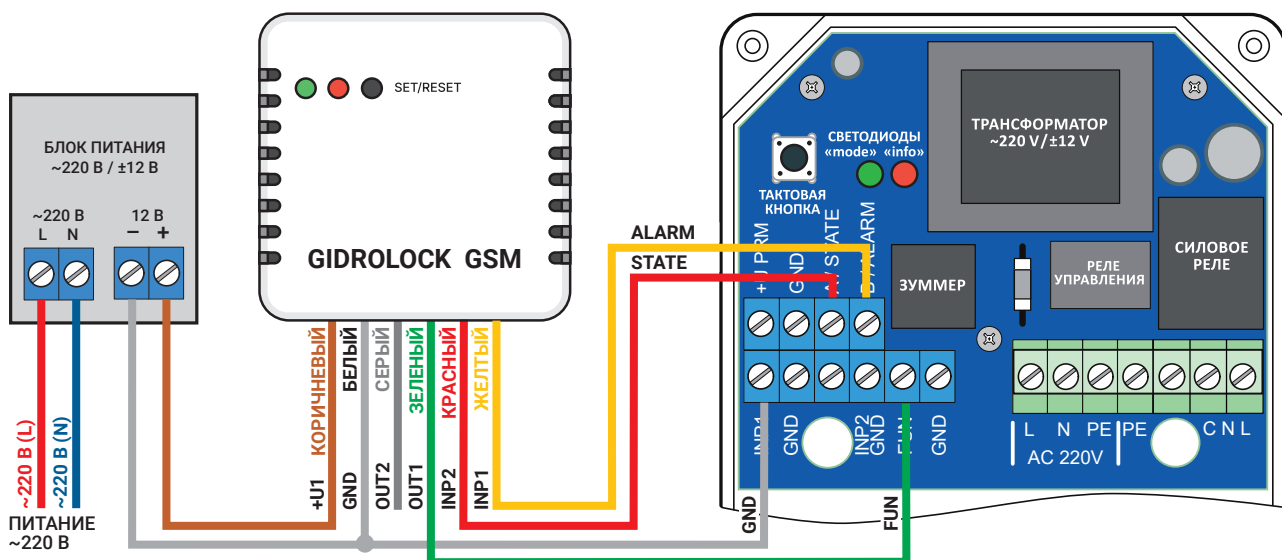

Рис. 5. Схема подключения GSM-модема GIDROLOCK с внешним блоком питания (пример подключения).
5.7 К блоку управления можно подключить **GSM-модем GIDROLOCK**. Схема подключения приведена на рис.5. Для питания **GSM-модема GIDROLOCK** потребуется внешний отдельный блок питания 220В/9...15В (1,0А).